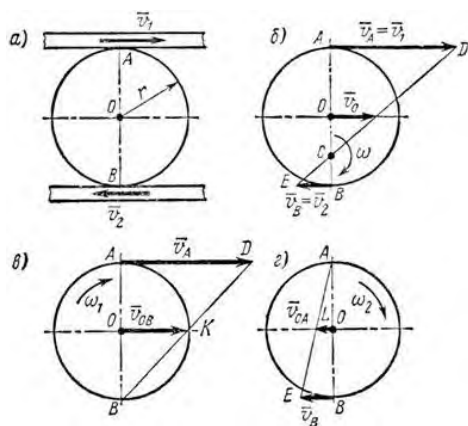

Рисунок 20
1. Две параллельные рейки (рис. 20, а) движутся в противоположные стороны с постоянными скоростями $V_1 = 8 \text{ м/с}$ и $V_2 = 2 \text{ м/с}$. Между рейками зажат диск радиусом $r = 0,5 \text{ м}$, катящийся по рейкам без скольжения.